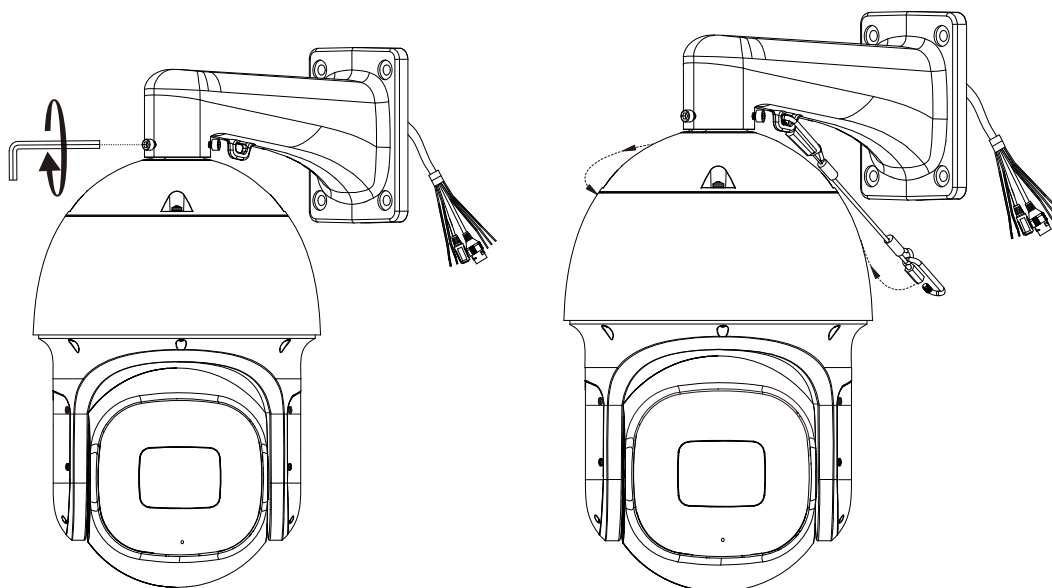

Рисунок 4.6 – Монтаж
7. С помощью ключа S5.0 «Шестигранник» из комплекта поставки настенного кронштейна затяните три фиксирующих винта (Рисунок 4.6).
8. Используя карабин, закрепите видеокамеру на настенном кронштейне (Рисунок 4.6).